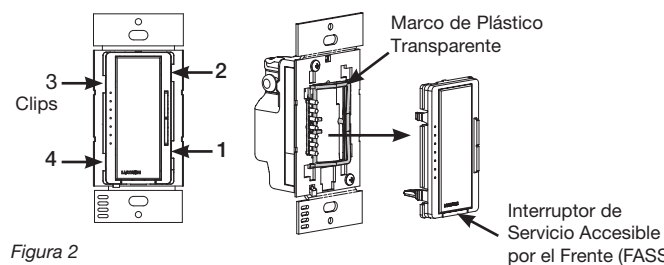

Figura 2
3. Retire el módulo frontal de interruptores de accionamiento existente. Desenganche el módulo existente presionando sobre los broches y tirando hacia afuera de a uno por vez. Comience con la parte inferior derecha (1), la parte superior derecha (2) y luego el lado izquierdo (3 y 4). Tire del módulo hacia afuera en línea recta desde el control, teniendo cuidado de no desplazar el marco de plástico transparente que se encuentra debajo. Vea la Figura 2.